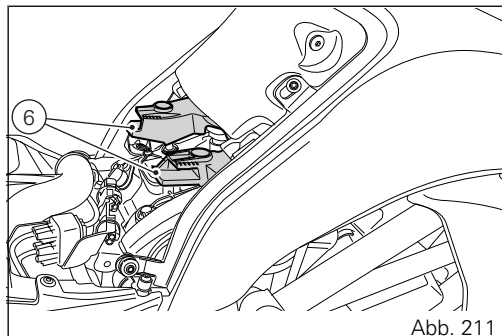

Abb. 211
Den vorderen, mit den Laschen (7) versehenen Teil der Fahrersitzbank (5) in die Führungen (6, Abb. 211) einfügen.